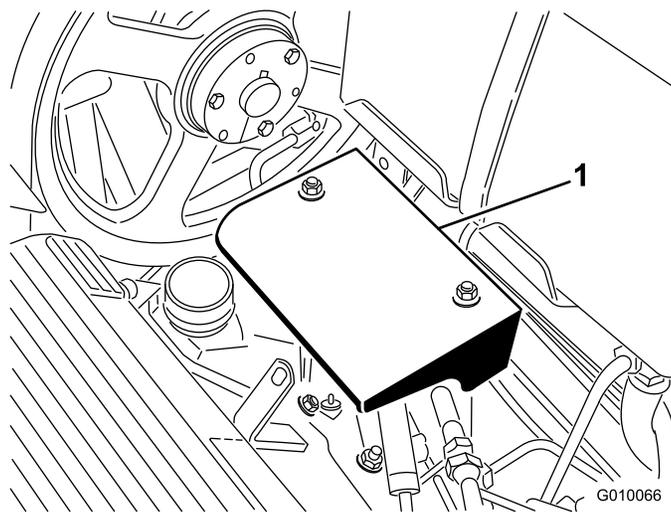

図 56
2. ポンプ・シールド取り付けナット 2 個を外してシールド外す(図 56)。
2. ポンプ・シールド取り付けナット 2 個を外してシールド外す (図 56)。